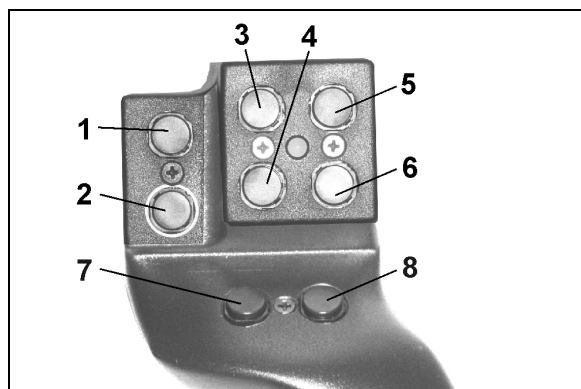
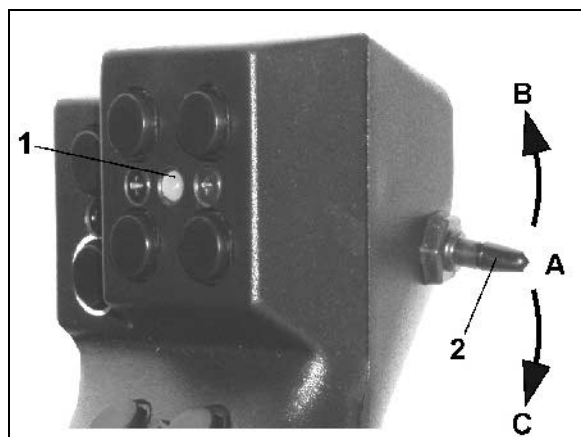

Fig. 102
Fig. 103
Zur Bedienung des **AMATRON⁺** hat der Multifunktionsgriff (Fig. 102) 8 Tasten (1 - 8) zur Verfügung. Weiterhin kann mittels Schalter (Fig. 103/2) die Belegung der Tasten 3-fach verändert werden.
-  Mittelstellung (Fig. 103/A) und kann nach
-  oben (Fig. 103/B) oder
-  unten (Fig. 103/C) betätigt werden.
Die Stellung des Schalters wird durch eine LED-Leuchte (Fig. 103/1) angezeigt.